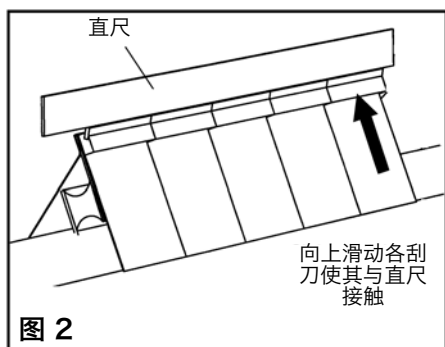

图 2
2. **对齐刮刀刀头。**将刀头推到一起，使刀头之间的空隙不超过 0.010" 到 0.015"。沿新刮刀刀头上表面放一直尺。向上拉各个刮刀使其对齐直尺下边缘并拧紧螺母（图 2）。